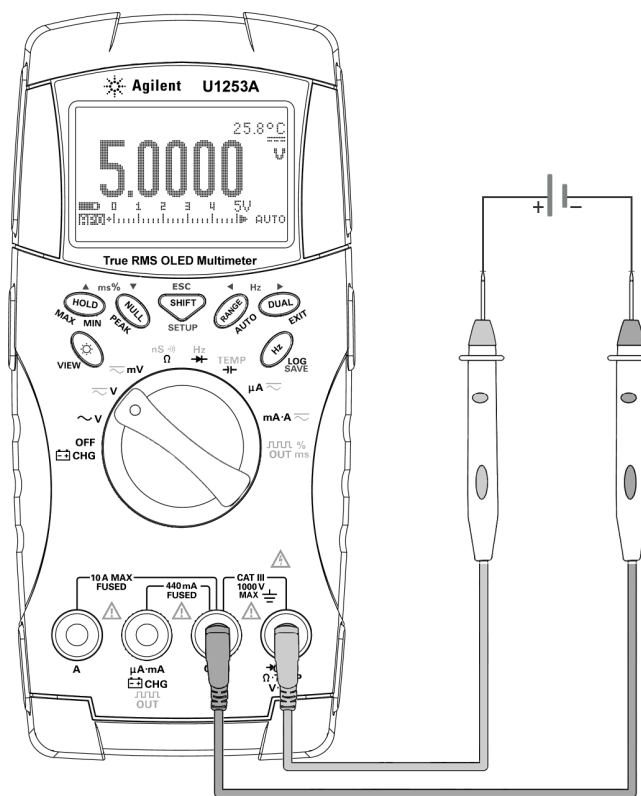

Figure 2-2 Mesure de tension continue
- 3 Connectez les cordons de test rouge et noir respectivement aux bornes d'entrée **V.mV (rouge)** et **COM (noire)** (reportez-vous à la Figure 2-2).